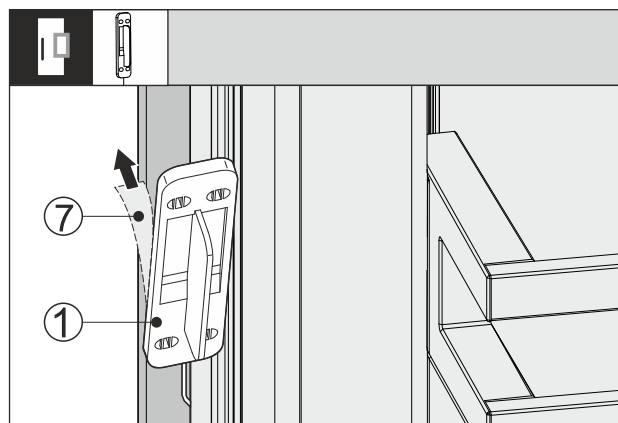

Fig. 64
- Estrarre la pellicola di protezione Fig. 64 (7) sul retro del sensore di battito in testa Fig. 64 (1).